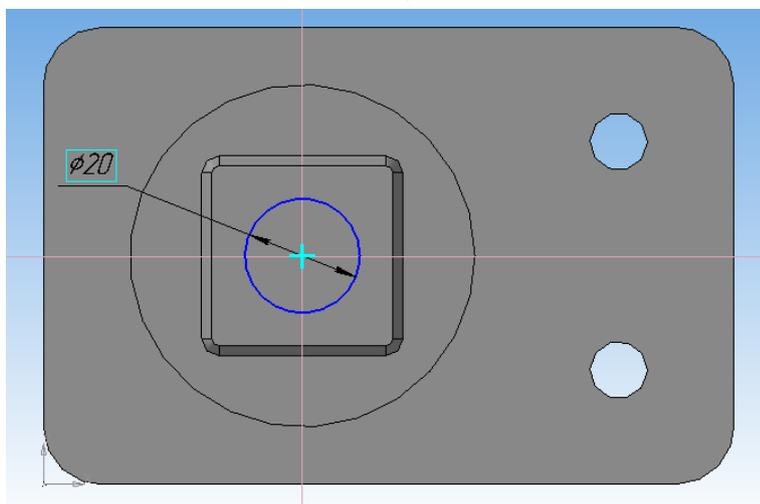

Рисунок 54.
14. Определите центр усеченной пирамиды и выполните окружность $\phi 20$ (рисунок 54). Выйдите из режима **Эскиз**.